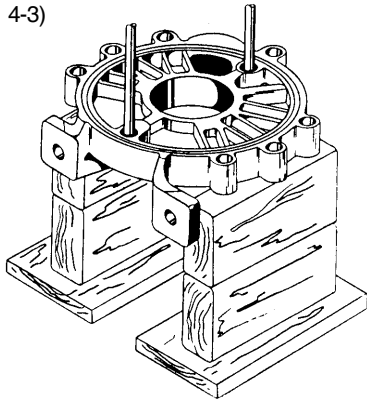

Figura 4-3
3. Se recomienda que pongan a la asamblea en bloques en una posición vertical como shown.(refer para figura 4-3)